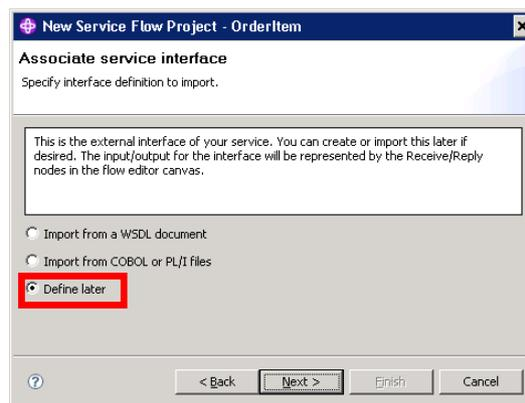

Abbildung 21
4. Im zweiten Schritt des Wizards, in welchem man das neue Projekt in bereits existierende Projekte integrieren kann, wählen wir **Define later** um später unser eigenes Interface zu generieren (Abbildung 21). Anschließend gelangt man mit einem Klick auf **Next** zum dritten Schritt des Wizards.